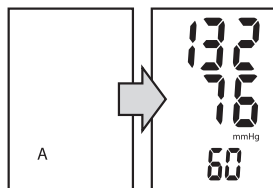
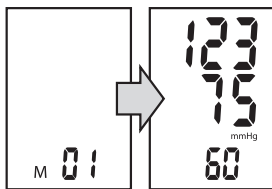

РИС.5
РИС.6
3. Просмотреть содержимое памяти прибора Вы можете, нажав кнопку М. При первом нажатии кнопки М на экране временно отобразится символ «А», после чего появится среднее значение всех показаний хранящихся в памяти прибора (рис. 5). При повторном нажатии кнопки М на экране временно отобразится индекс «1» (номер ячейки памяти), после чего появится результат последнего измерения (рис. 6). При каждом последующем нажатии на кнопку М, индекс номера ячейки памяти будет увеличиваться на единицу с последующим отображением на дисплее содержимого указанной ячейки памяти.